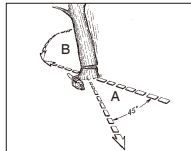

Fig. 11A
**⚠️ AVERTISMENT:** Trebuie planificată și pregătită o cale de retragere (A) după necesități înainte de a începe tăierea. Calea de retragere trebuie să se extindă spre spate în diagonală față de linia de prăbușire estimată, conform Fig. 11A.
**⚠️ OBSERVAȚIE:** Direcția de cădere (B) este controlată prin tăietura „în pană”. Înainte de a efectua tăietura, evaluați amplasarea crengilor mai voluminoase și înclinația naturală a copacului, pentru a stabili direcția în care acesta va cădea.
**AVERTISMENT:** Pe măsură ce tăietura se apropie de zona de ancorare de copac, copacul ar trebui să înceapă să cadă. Când copacul începe să cadă, îndepărtați ferăstrăul din tăietură, opriți motorul, puneți motoferăstrăul jos și părăsiți zona folosind calea de retragere (Fig. 11A).